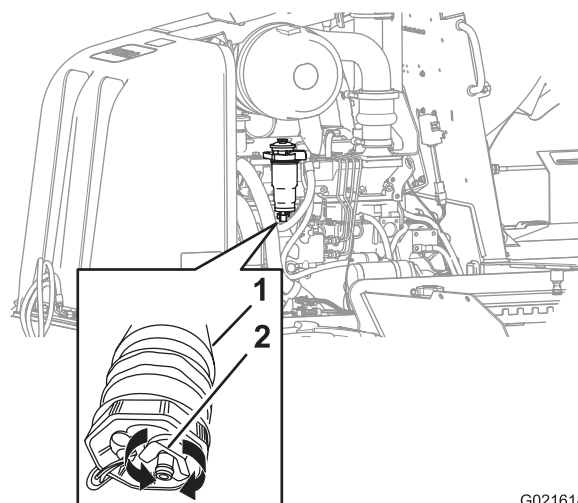

Figure 52
2. Placez un petit bac de vidange sous l'élément secondaire du filtre à carburant (Figure 52).
3. Tournez le robinet de vidange au bas du de l'élément secondaire de 2 ou 3 tours dans le sens antihoraire, et videz l'eau et les sédiments présents dans le séparateur carburant-eau du filtre à carburant (Figure 52).
4. Lorsque du carburant propre s'écoule, tournez le robinet de vidange dans le sens horaire pour le fermer (Figure 52).